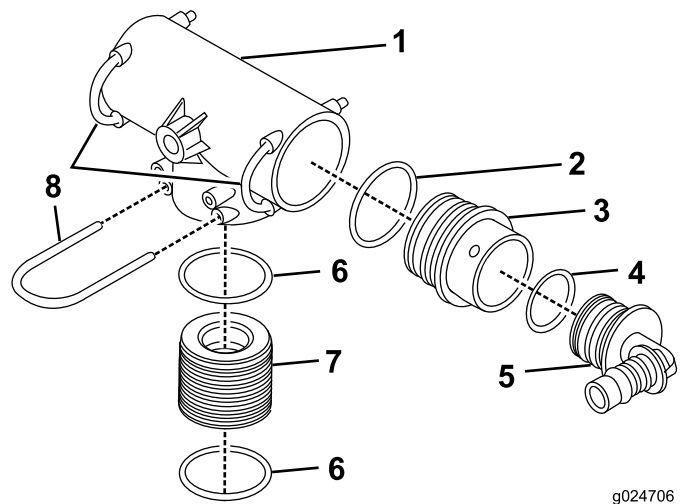

Bild 24
1. Montieren Sie die T-Anschlusshalterung (Bild 24).